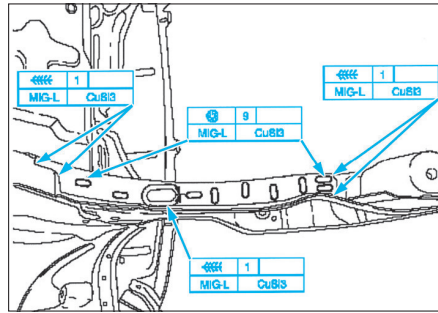
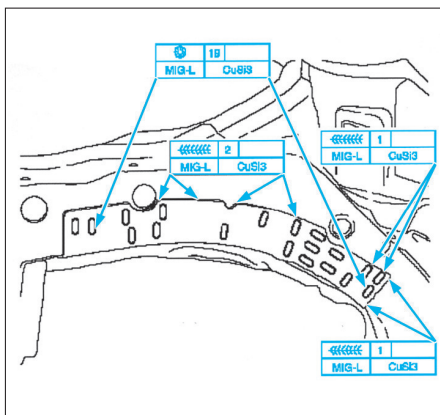

FIG. 16
FIG. 15
• Souder le renfort de longeron (Fig.15) et (Fig.16).